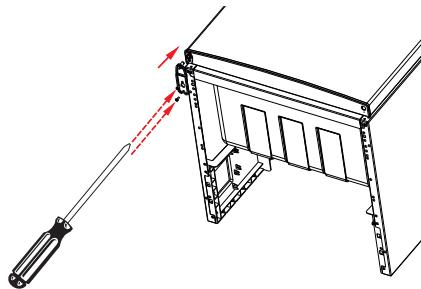

Fig. 18
- ▶ Fastgør begge skruer på det nederste hængsel med en stjerne-skruetrækker (fig. 18). Spænd ikke skruerne helt fast endnu, da døren stadig skal kunne justeres. Først når en ensartet lukning af døren er mulig, spænder du begge skruer for det nederste hængsel.